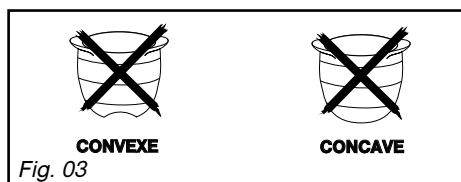

Fig. 03
– N'utilisez pas de récipient à fond convexe ou concave sans le support adéquat (Fig. 03).